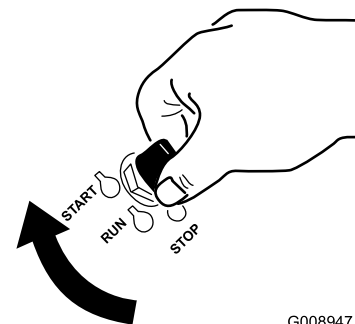

Bild 15
- Drehen Sie den Zündschlüssel auf die Start-Stellung (Bild 15). Lassen Sie den Schlüssel los, sobald der Motor anspringt.